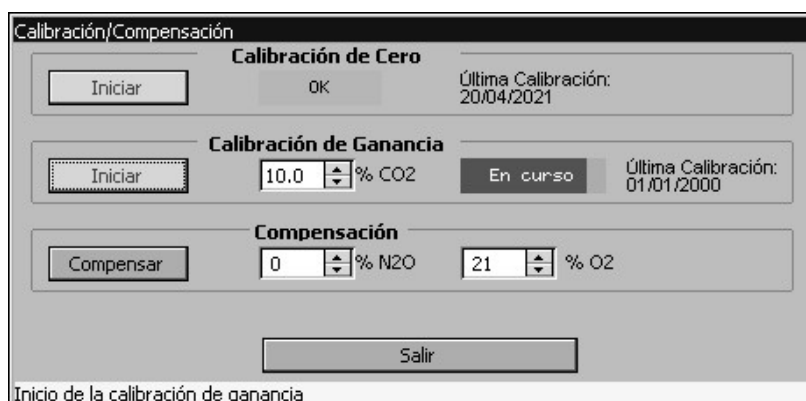
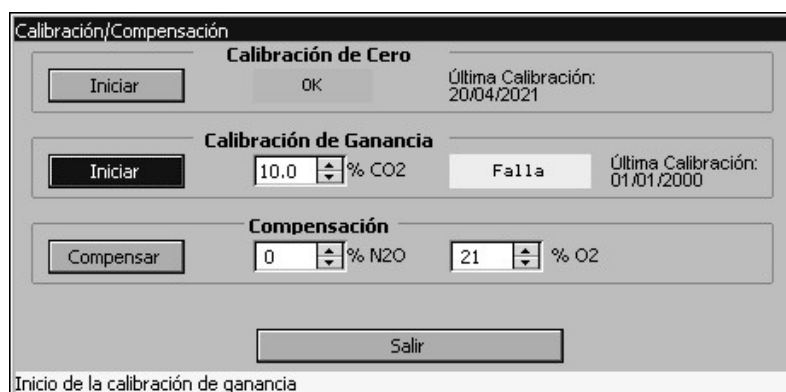

Figura 14-15 - Calibración de Ganancia, En curso
Figura 14-17 - Calibración de Ganancia, Falla
- 10 Cuando inyecte el gas la leyenda en la barra de progreso cambiará a “En Curso” (ver figura 14.15), y la calibración continuará. Si en 30 segundos no abre la llave, la calibración se cancelará y la leyenda en la barra de progreso cambiará a “Falla” (ver figura 14.17).